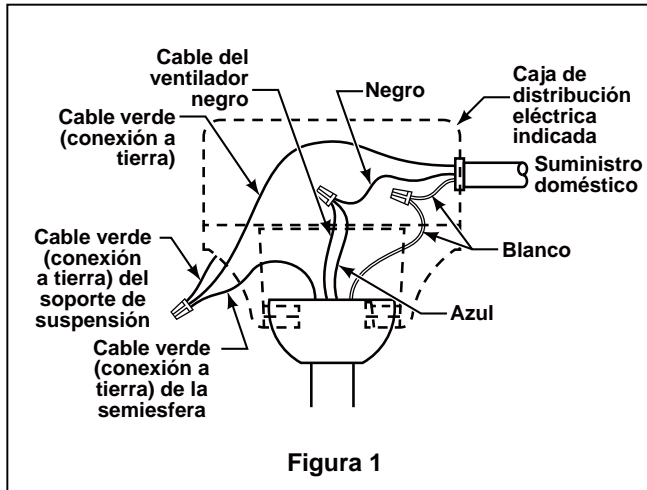

Figura 1
2. Conecte el cable blanco del motor del ventilador al cable de suministro blanco (neutro) con el conector de cables suministrado. Conecte el cable negro del motor del ventilador y el cable azul al cable de suministro negro con el conector de cables suministrado. (Figura 1)
1. Asegure bien las tres aspas con un tornillos con cabeza de phillips con arandelas de plano. (Figura 1)